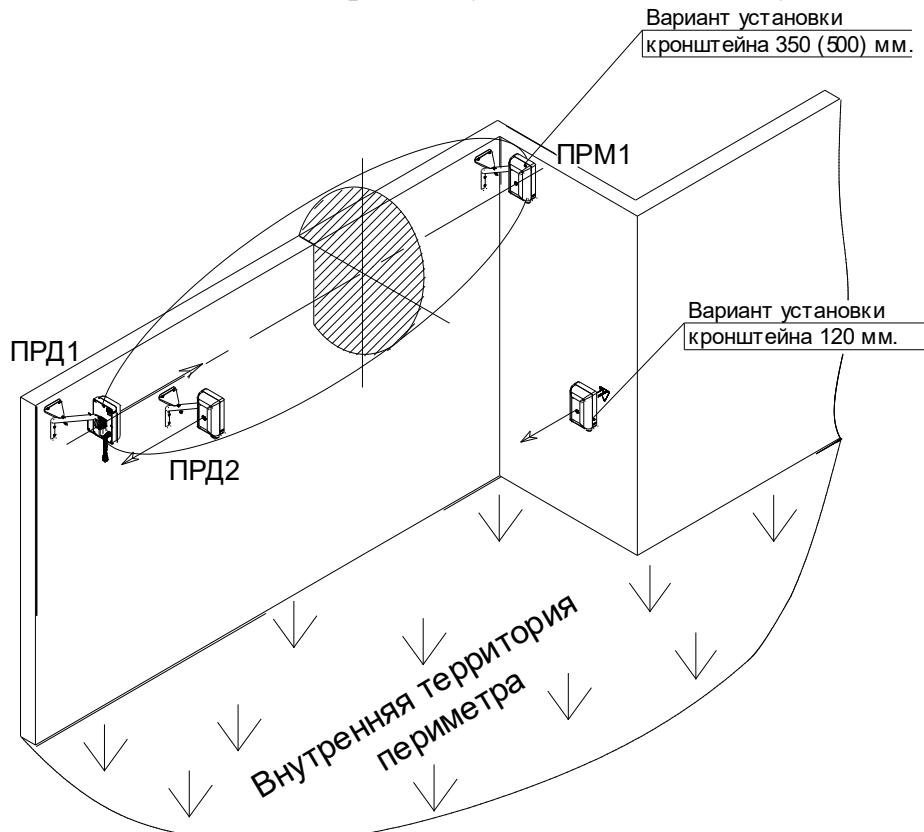

Рисунок 6.4 – Пример установки извещателя с применением выносных кронштейнов 500, 350, 120 мм
– КРОНШТЕЙН500 (вынос 500 мм) рекомендуется применять, если верх заграждения «закрыт» средствами физической защиты (АСКЛ, АКЛ и т.п.) (см. рисунок 6.4);
– КРОНШТЕЙН-350 (вынос 350 мм) рекомендуется применять, если по верхней части заграждения отсутствуют средства физической защиты (см. рисунок 6.4).